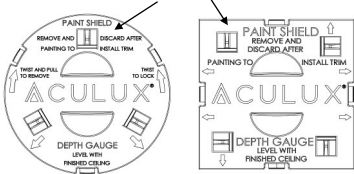

Fig. 14
4. Los protectores contra pintura tienen una instalación de tornillo de fácil acceso (Fig. 13). Empuje las aberturas con los dedos o el destornillador hasta que estén completamente abiertas. Repita con todas las aberturas (Fig. 14).